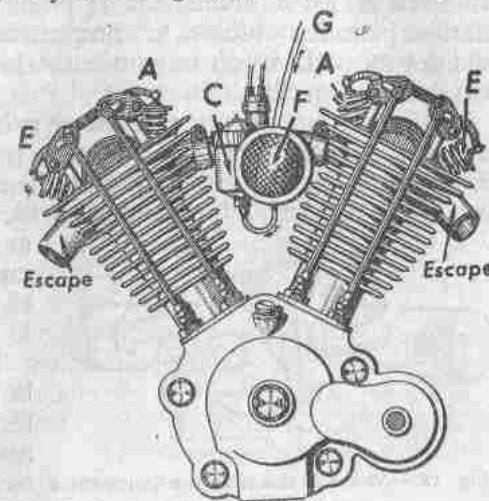

Fig. 16.—Motor de dos cilindros en V.
**Dos cilindros en V.**—Es la disposición que primero se hizo corriente (fig. 16, vista exterior) atacando las dos bielas el mismo codo M (fig. 17) que une los semivolantes que forman el cigüeñal. Los dos pistones